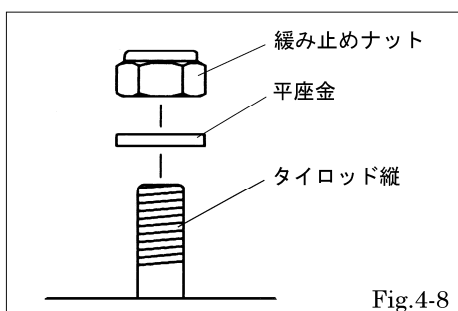

Fig.4-8
- 緩み止めナットは、新品と交換すること。[Fig.4-8]